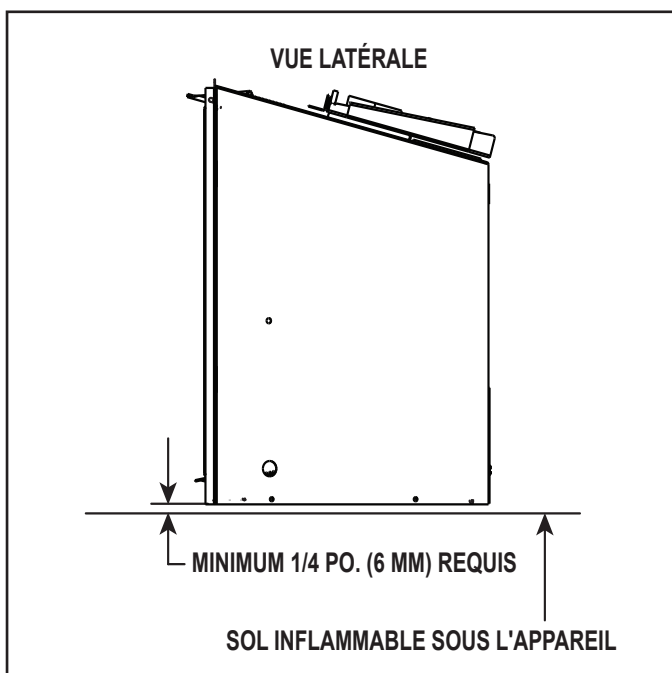

Figure 8.7 Dégagement par rapport au sol pour combustible solide
- Un espace minimal de 6,35 mm (1/4 po) entre le bas de l'appareil et le sol métallique de la boîte à feu pour combustible solide est **RECOMMANDÉ**. Voir la vue latérale à la figure 8.7.
- Un plancher inflammable sous l'appareil est acceptable avec un espace de 6,35 mm (1/4 po). Voir la figure 8.7.